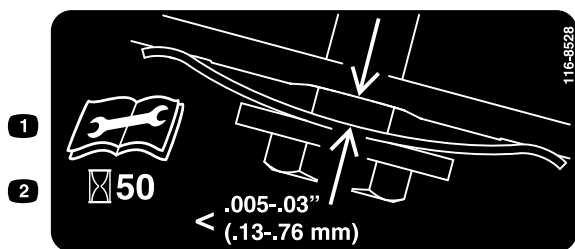

Figure 31
3. Placez une jauge d'épaisseur entre 0,13 et 0,76 mm (0,005 et 0,03 po) contre la paroi et faites-la glisser vers le bas derrière le ressort de tension de la courroie; voir Figure 31.